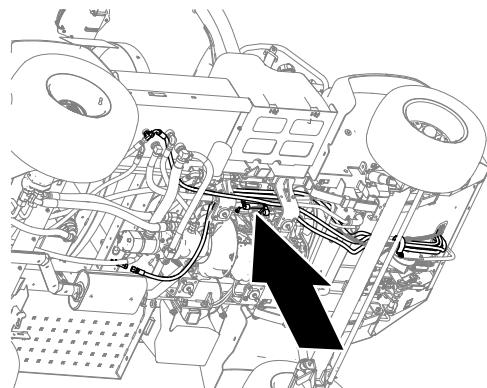

Figura 64
2. No lado direito da máquina, remova as porcas de bloqueio flangeadas ($5/16$ pol.), o parafuso de carroçaria ($5/16 \times 1$ pol.), e o parafuso de carroçaria ($5/16 \times 1\frac{1}{2}$ pol.) que prendem as 2 braçadeiras de apoio do tubo de retorno da válvula de direção aos suportes do motor, e remova as braçadeiras (Figura 64).